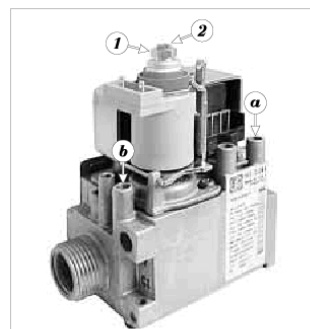

Рис. 28 – Автоматика зажигания
- Давление газа настраивается элементами на комбинированной газовой арматуре (см.рис. 28). Измеряется давление с помощью U-манометра (против атмосфере) или иным измерителем давления.